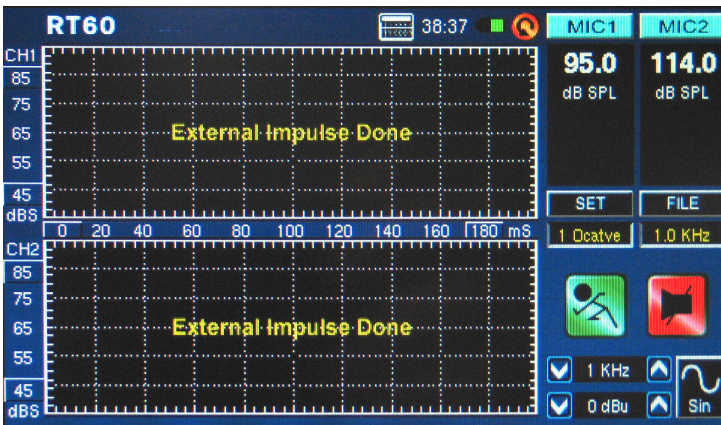

figura 39
- Mueva lentamente el fader principal hasta un punto donde el nivel de audio recibido por PAA6 es mayor de 30 dB sobre el ruido de fondo. Silencia rápidamente el sistema para conseguir su lectura RT60 tan exacta como sea posible (figura 39).